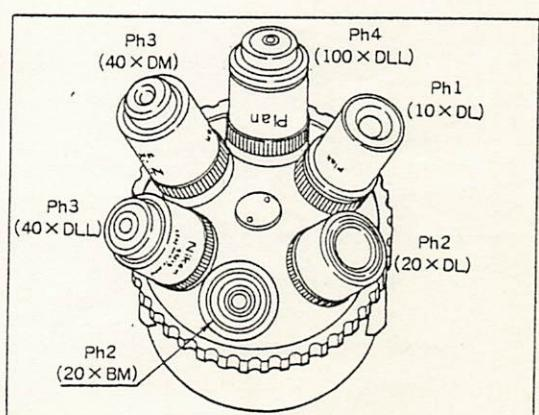

図 27
(1) 対物レンズの取付け
- ①レボルバを外して位相差対物レンズに付け替えます。
- ②対物レンズは図27のように上からみて時計方向に Ph 記号の数字が大きくなるように取り付けます。